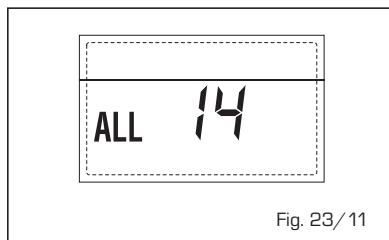

Fig. 23/11
- ANOMALÍA DEL VENTILADOR "ALL 15" [fig. 23/12]